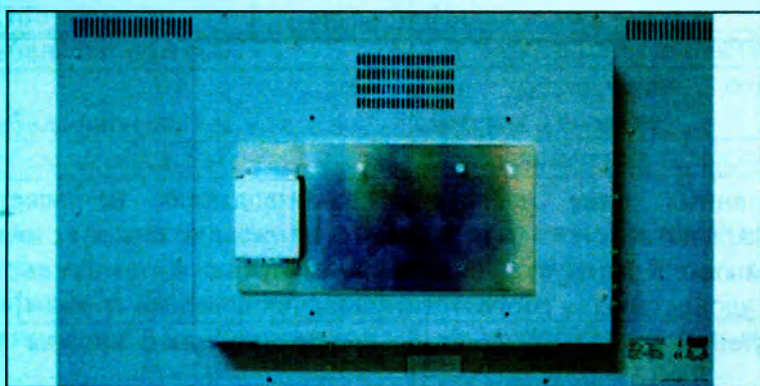

Рисунок 23: установленная на монитор 2D/3D адаптерная плата
- Установите 2D/3D адаптерную плату (рис.13) на монитор 3D (рис.23)